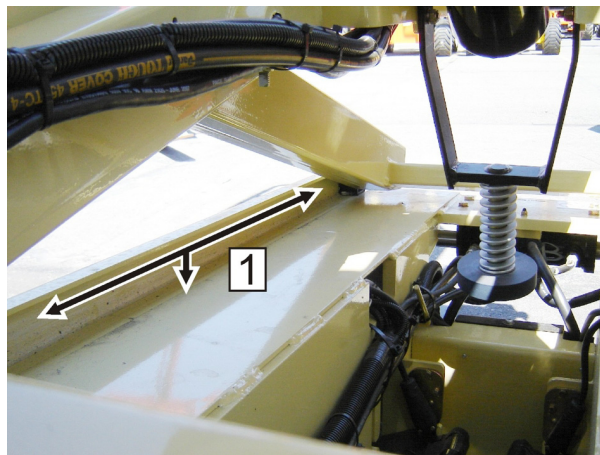

Рис. 5-2. Желоб нижней скользящей накладки
2. Найдите нижние и верхнюю скользящие накладки и удалите всю грязь и мусор с участка направляющего желоба (1, 2). См. Рис. 5-2., Желоб нижней скользящей накладки
3. С обеих сторон машины нанесите слой консистентной смазки по всей длине нижнего направляющего желоба (1) внутри и с нижней стороны.